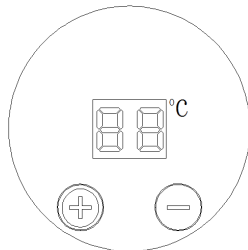

Figura 14
- Presione cualquier tecla para mostrar la temperatura ajustada antes de apagar el equipo (el ajuste de fábrica es de 4°C) (vea la Figura 14).